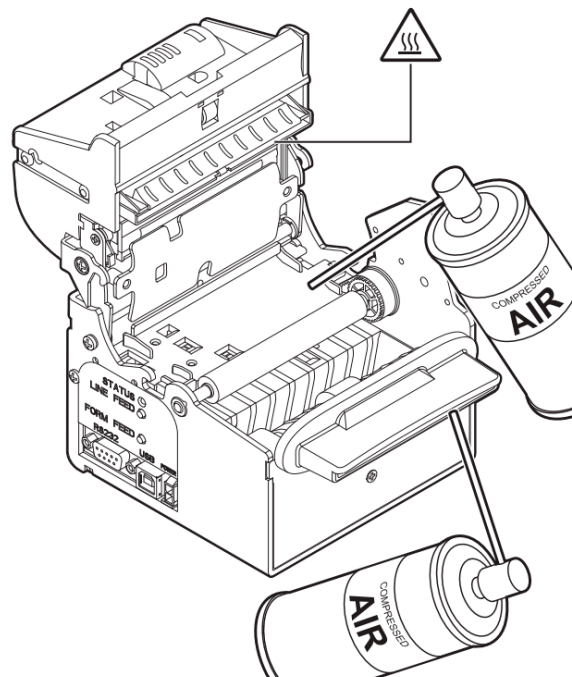

Рисунок 23. Очистка отверстий для бумаги, роликов захвата бумаги и области вокруг датчиков
2. Удаление обрывков бумаги и скопившейся бумажной пыли с отверстий для бумаги, роликов захвата бумаги и области вокруг датчиков сжатым воздухом и/или пинцетом (см. рис. 23). Для очистки не используйте спирт, растворители или жесткие щетки. Не допускайте попадания воды или других жидкостей внутрь принтера.